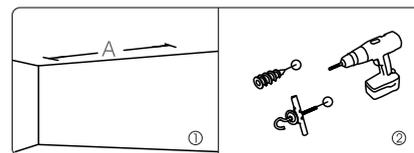

图13
1. 用电钻在天花板钻两个大小及相对位置适合的孔, 并且确定两个孔位形成的直线与墙面平行, 在这两个孔内钉入两只螺旋挂钩 (非配件)。 (如图13)